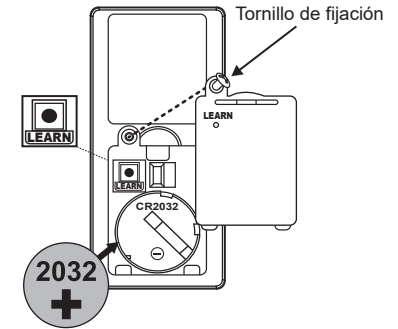

Fig. 17
Retire el panel del transmisor y luego instale una pila 2032 (incluida). Necesitará un destornillador para abrir o cerrar la tapa de la pila. Para evitar daños en el transmisor, retire la pila si no lo va a utilizar durante un periodo prolongado (Fig. 17).
**NOTA: Después de encender la alimentación de CA, no presione ningún otro botón del control remoto antes de presionar el botón. Si lo hace, el procedimiento fallará. (Fig. 17)**
1. Activación del proceso de aprendizaje: En los 30 segundos siguientes al encendido del ventilador, mantenga presionado el botón LEARN (en la parte posterior del transmisor) durante 3 segundos para acceder a la función de aprendizaje. Consulte la FIG. 17. El ventilador se encenderá durante 30 segundos y luego se apagará, y la luz inferior (si está instalada) parpadeará tres veces. Esto confirma que la configuración SMART SYNC está activa y es correcta.